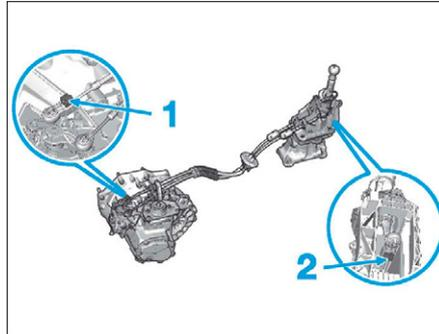

FIG. 20
- la plaque de verrouillage (1) du câble de sélection de vitesses (Fig.20),
- la plaque de verrouillage (2) du câble de passage de vitesses.